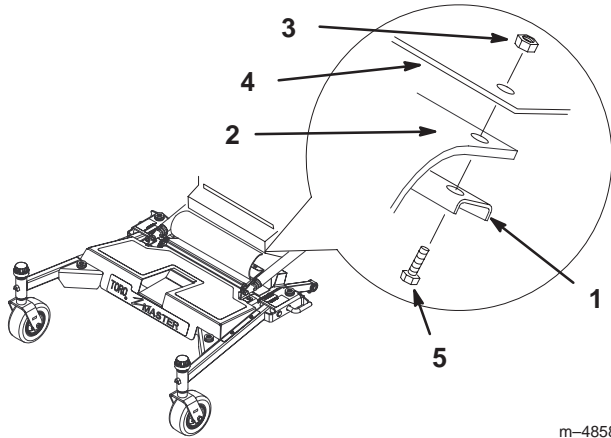

Bild 35
16. Montieren Sie den Gummischutz mit der Leiste, den Muttern und Schrauben unter den Fahr Schalthebeln. (Bild 35).